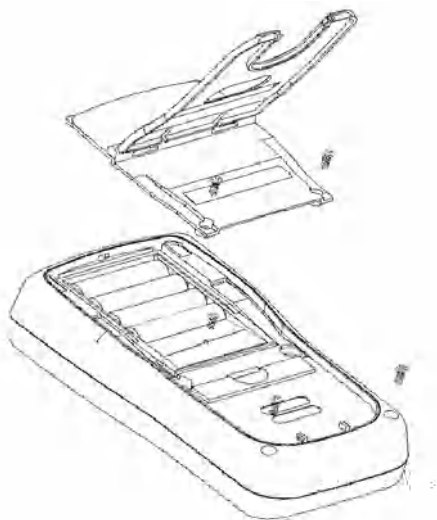

图16
- (1) 按POWER键关闭电源，并从端子上把表笔或测试导线拆下，使测试导线与被测电路完全断开。
- (2) 将电池盖的二颗螺丝拆下，并把电池盖取下。
- (3) 从电池盒上把电池取下。
- (4) 用6节AA (AM3/LR6) 新电池 (标准容量约2450mAh) 换上。
- (5) 把电池盖合上，装上二颗螺丝。(详见图16)。
- (2) 把电池盖二颗螺丝、壳体后盖二颗螺丝以及电池后的一颗螺丝拆下，并把电池盖和壳体后盖取下（详见图16）。
- (3) 轻轻地把保险丝的一端撬起，取出被烧坏的保险丝，并更换同样型号的或相同电气规格的保险丝。要确认保险丝已可靠地夹紧在保险丝夹的中间。保险规格：F1A240V。
- (4) 合上电池盖和壳体后盖后，并把四颗螺丝紧固。在锁紧之前，请不要使用仪表。
- (5) 保险丝很少需要更换，烧断保险丝几乎总是操作失误的结果。